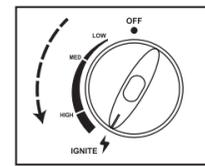

Fig. 7
- Поверните ручку переключателя в положение IGNITE («Воспламенение») (смотрите рис.7) до щелчка, пламя зажжется автоматически.